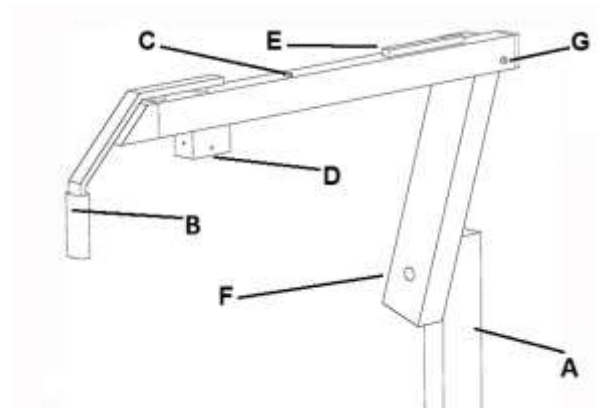

Abbildung 10: Physiologisch neigbarer Phoro-Opterarm
- physiologisch neigbaren Phoro-Opterarm (Abbildung 10)